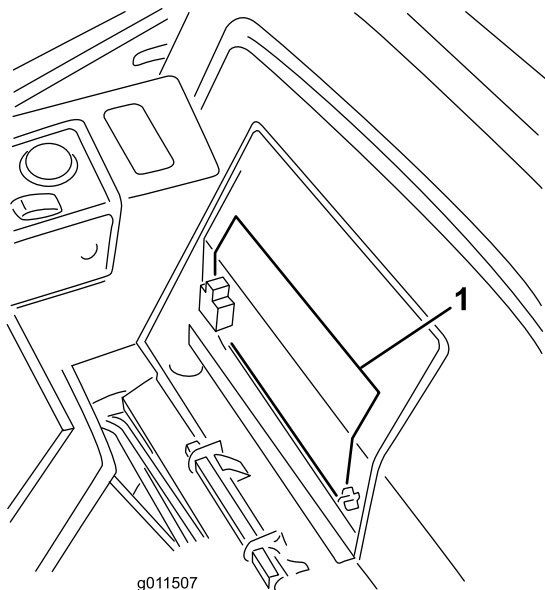

Figura 57
2. Togliete il coperchio della batteria (Figura 57).